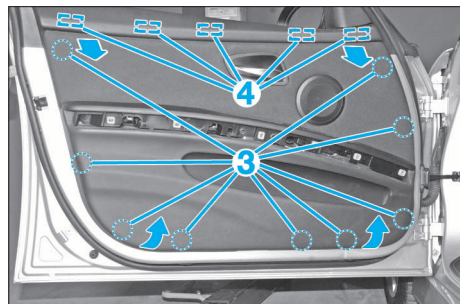

FIG. 57
• Dégager les clips (3) de garniture de porte en commençant par ceux du bas (Fig.57).